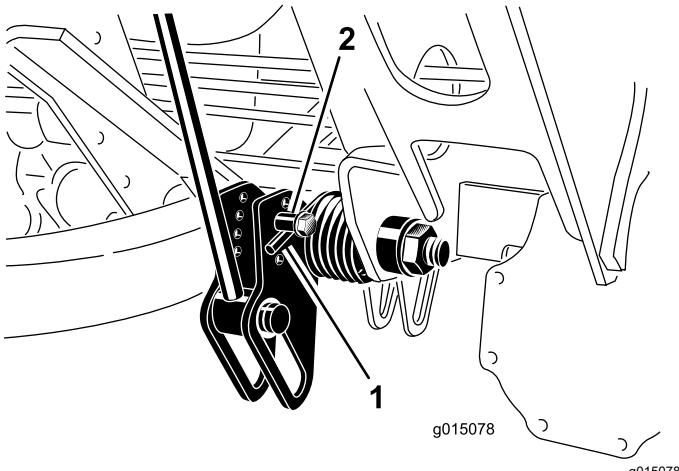

Bild 72
2. Führen Sie ein Rohr oder ein ähnliches Objekt in die lange Feder ein, um die Federspannung während der Einstellung aufzuheben (Bild 72).
3. Wenn Sie die Federspannung aufgehoben haben, nehmen Sie die Schraube und Sicherungsmutter ab, mit denen der Federaktuator an der Halterung befestigt ist (Bild 72).